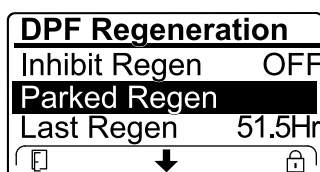

Figura 51
- Se o computador do motor pedir uma regeneração de recuperação ou se estiver a processar uma regeneração de recuperação e percorrer a opção REGENERAÇÃO EM ESTACIONAMENTO, a regeneração em estacionamento bloqueia e o ícone de bloqueio (Figura 51) surge no canto inferior direito do InfoCenter.